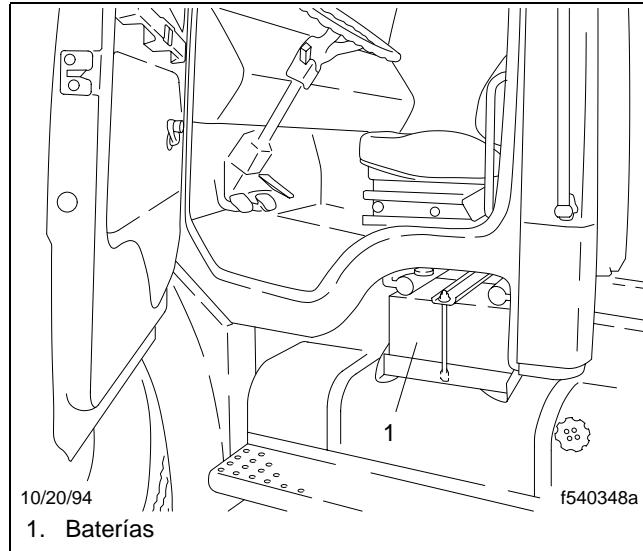

Figura 9.1, Ubicación de las baterías
2. Revise las baterías (**Figura 9.1**) y los cables de éstas, como sigue: